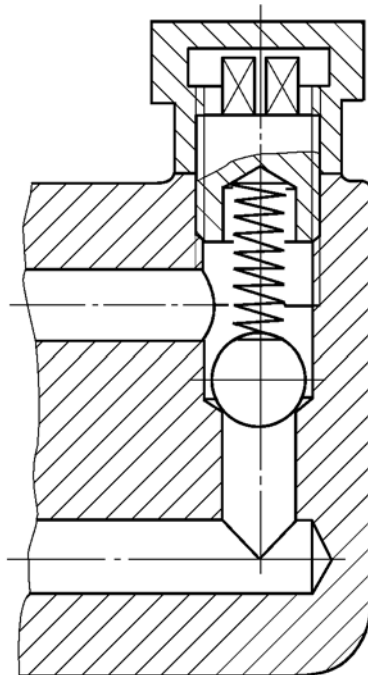
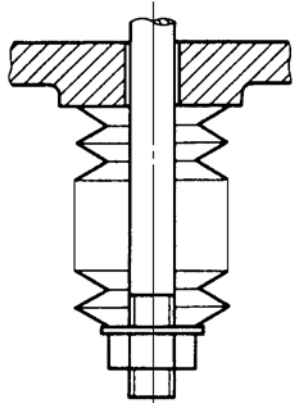
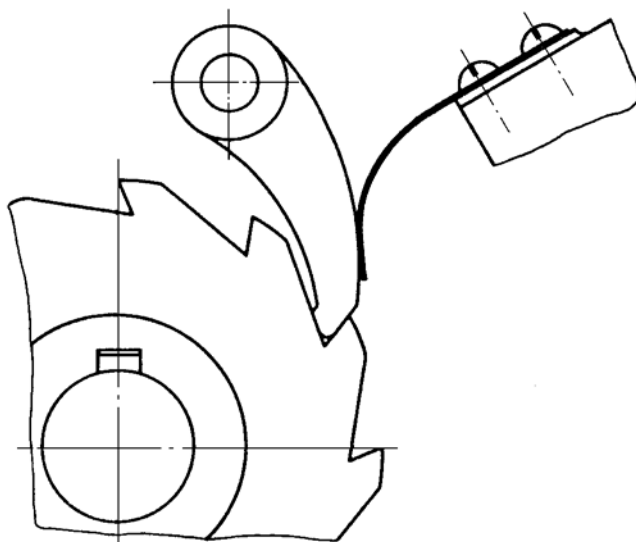
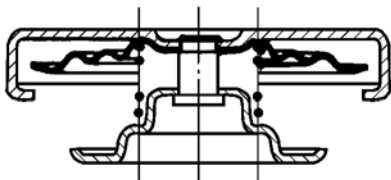

图 2 装配图中的圆柱螺旋弹簧示意画法(一)
图 4 装配图中的碟形弹簧画法
图 5 装配图中的片弹簧画法
图 6 装配图中型材尺寸较小的弹簧画法
5.2 型材尺寸较小(直径或厚度在图形上等于或小于 2 mm)的螺旋弹簧、碟形弹簧、片弹簧允许用示意图表示(图 2、图 4、图 5)。当弹簧被剖切时,也可用涂黑表示(图 6)。
5.4 四束以上的碟形弹簧,中间部分省略后用细实线画出轮廓范围(图 4)。